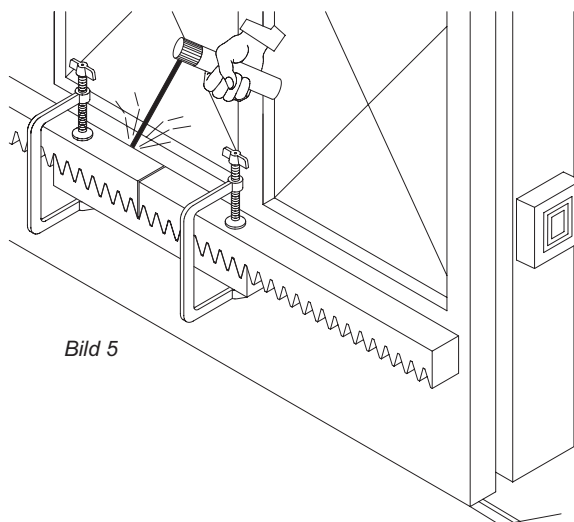

Bild 5
Am Tor ist eine Zahnstange der Größe Modul 4 anzubringen. Bei der benötigten Länge muß außer der lichten Weite auch die Befestigung der Endschalteflächen und die Verzahnungsweite des Ritzels mit berücksichtigt werden. Je nach Zahnstangenmodell wird die Zahnstange an das Tor geschraubt oder geschweißt. Unter Beachtung von Bild 5 folgendermaßen vorgehen.
- an den Verbindungsstellen zweier Zahnstangen ein umgedrehtes Zahnstangenstück unterhalten (Bild 5) um somit die richtige Zahnteilung einzuhalten.